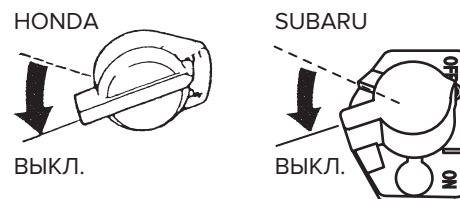

Рис. 10
1. После завершения работы, перед выключением двигателя верните рычаг дросселя в положение холостых оборотов и подождите в течение 3–5 минут. После остывания двигателя заглушите его. Поверните выключатель двигателя в положение «ВЫКЛ.» (рис. 10).